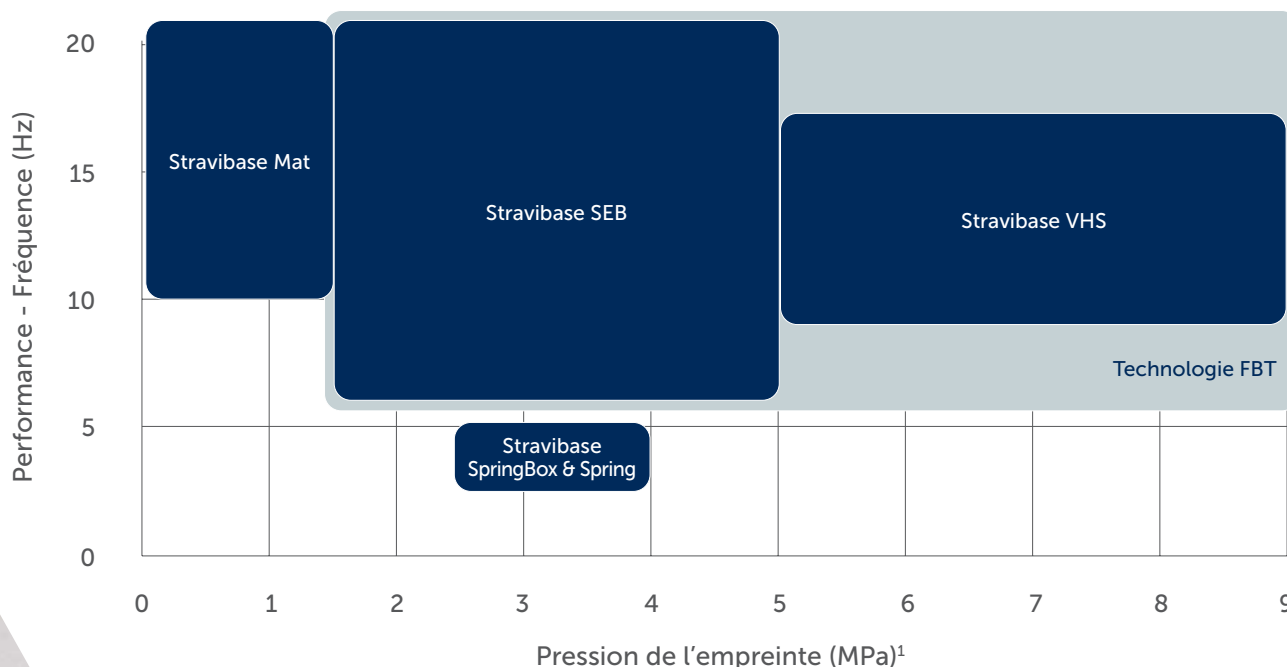

Figure 5 - Sélection du type de solutions d'isolation
3. de la surface d'appui disponible (figure 5)